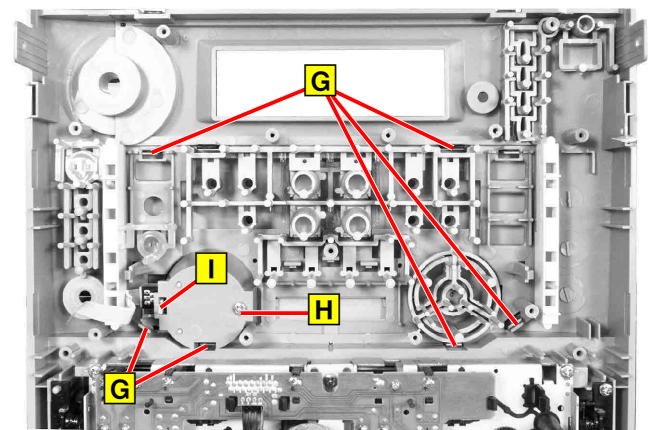

Fig. 20
- 6 Rastungen **G** (Fig. 20) ausrasten.
- Schraube **H** (Fig. 20) herausdrehen.
- Rastung **I** (Fig. 20) ausrasten.
- Disengage 6 hooks **G** (Fig. 20).
- Undo screw **H** (Fig. 20).
- Disengage hook **I** (Fig. 20).